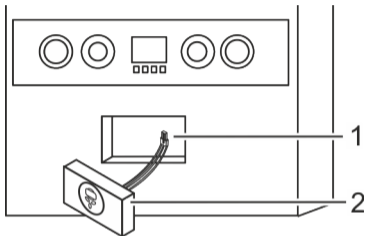

Abb. 9: Aktor (Empfänger) einbauen
4. Den montierten Aktor (Empfänger) (Abb. 9/1) in den Boiler einbauen.